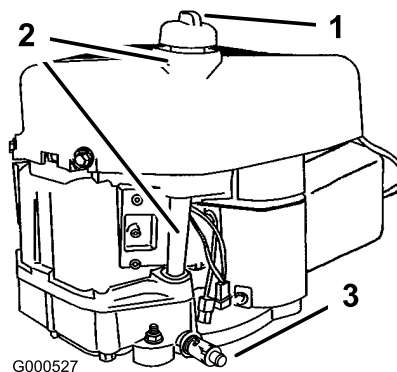

Figura 24
2. Pulite attorno all'asta di livello (Figura 24) in modo che la morchia non possa penetrare nel foro di rifornimento e danneggiare il motore.
- Pulite la zona circostante l'asta di livello dell'olio e svitate il tappo (Figura 24).
- Versate lentamente nel tubo di rifornimento (Figura 24) l'80% circa dell'olio indicato.